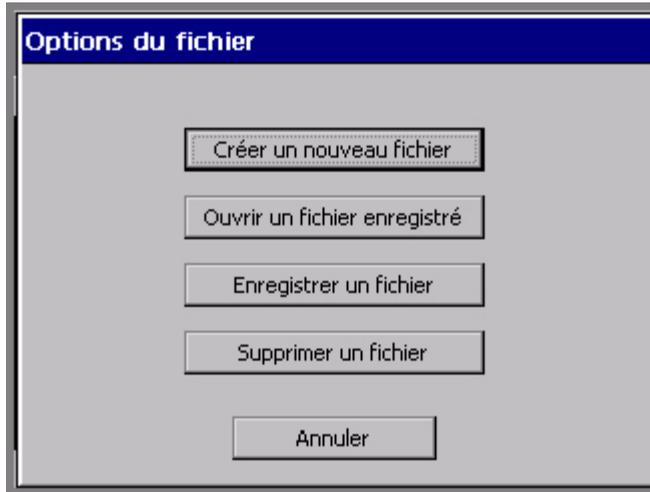

Figure 9-1. Ecran Options du fichier.
1. Quand l'étiquette non enregistrée est affichée dans la fenêtre **Editeur**, appuyez sur la touche **<Options du fichier>**. Vous accédez alors à l'écran **Options du fichier** (Figure 9-1).
1. Dans la fenêtre **Editeur**, appuyez sur **<Options du fichier>**. Vous accédez alors à l'écran **Options du fichier**, illustré à la Figure 9-1 à la page 9-4).
2. Dans l'écran **Options du fichier** (illustré à la Figure 9-1 à la page 9-4), choisissez **Supprimer un fichier**. Vous accédez alors à l'écran **Groupes de fichiers** (Figure 9-5 à la page 9-9).